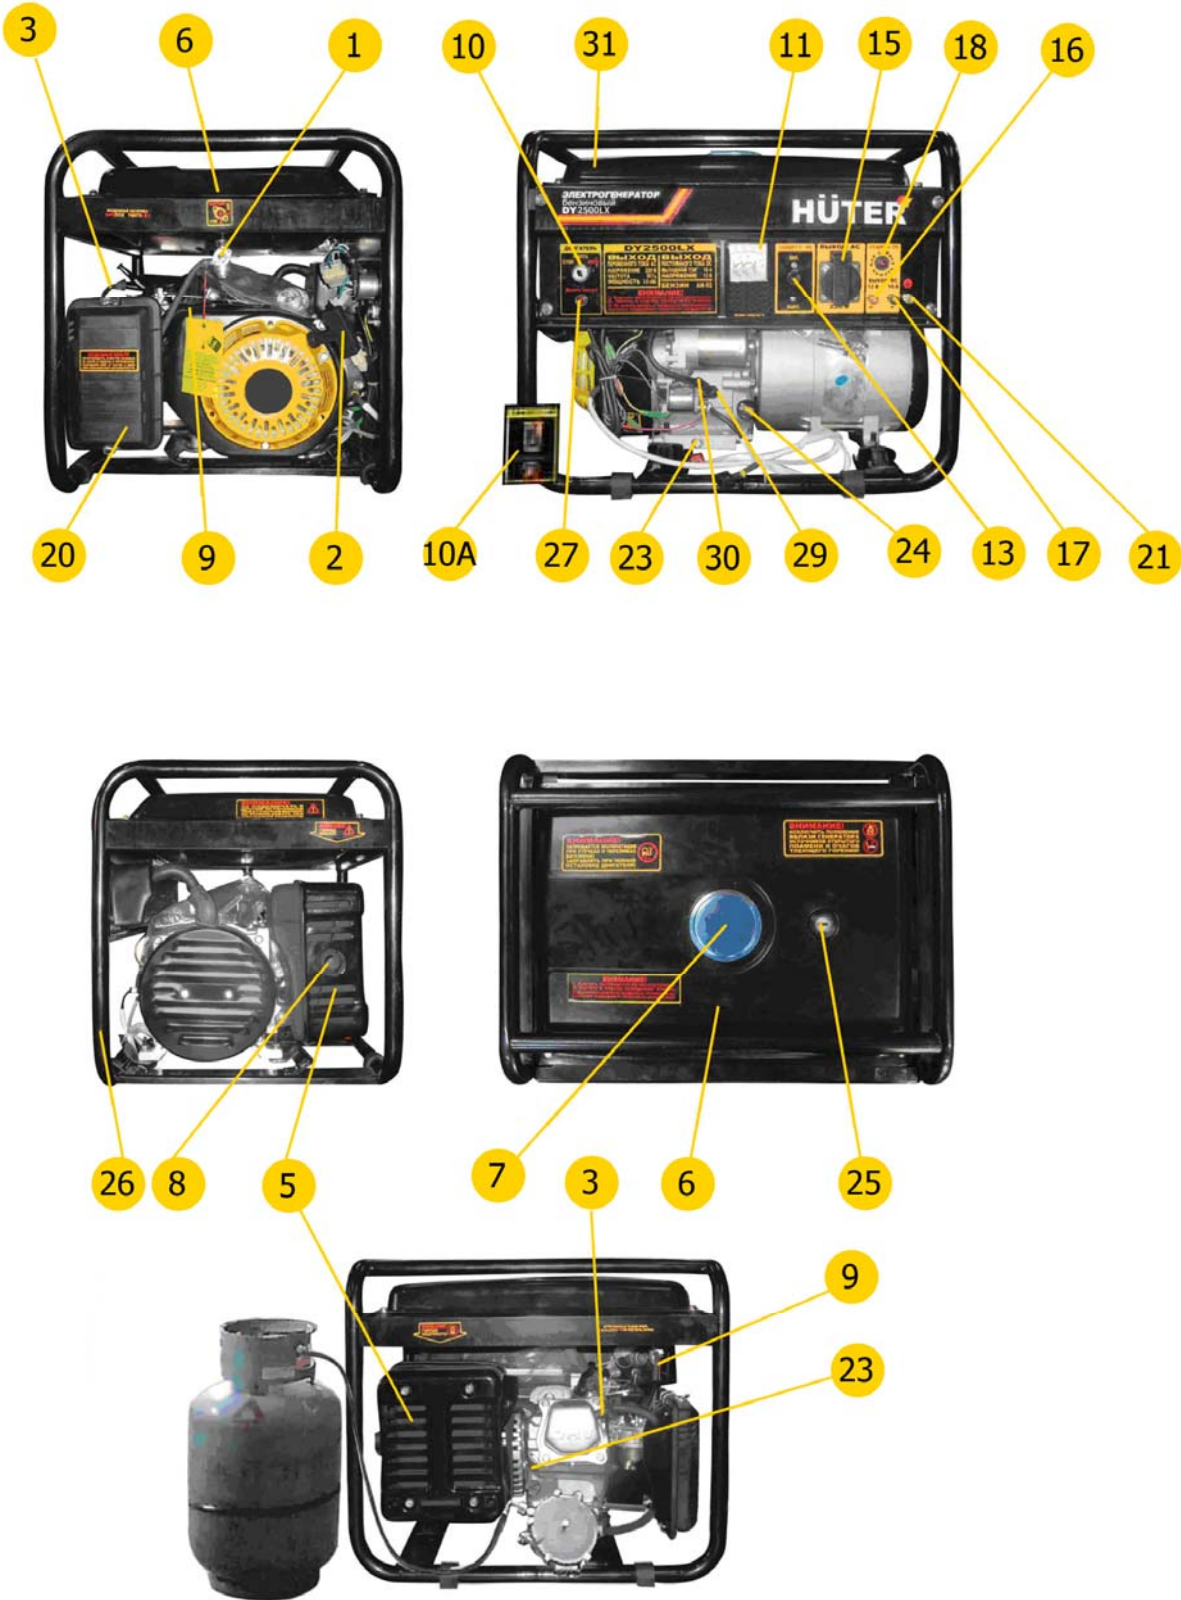

Рис. 1
- Вывинтить щуп поз. 24 (рис. 1) и залить в картер масло соответствующего типа (таблица 2 п. 8) до нижнего края горловины. Вставить чистый сухой щуп в горловину картера и вынуть его. Проверить уровень масла: граница смоченной области щупа должна располагаться между отметками минимального и максимального уровней.
- При установке генератора следует подключить к резьбовой клемме (поз. 18) (рис. 1) проводник заземляющего устройства, удовлетворяющего требованиям раздела «Обеспечение требований безопасности».
- Отключить все потребители переменного тока от генератора, переведя рычаг автоматического выключателя (поз. 12 рис. 1) в отключенное положение «0», отсоединить потребители постоянного тока от клемм (поз. 14, 15 рис. 1).
- При использовании бензина открыть топливный кран поз. 1 (рис. 1) при закрытом вентиле газового баллона, см. также рис. 3, или открыть вентиль газового баллона при закрытом топливном кране поз. 1 (рис. 1) в случае использования газа. **Внимание!** Если предполагается использование газа после использования бензина, следует выработать или слить бензин из поплавковой камеры карбюратора. Слив бензина производить в соответствии с пп. 9.7 Не производить переход на альтернативный вид топлива при работающем генераторе!
- При использовании бензина перевести рычаг управления воздушной заслонкой (поз. 8 рис. 1) в крайнее левое положение при пуске холодного двигателя и в промежуточное положение при пуске прогретого двигателя. При использовании газа нажать на несколько секунд кнопку в центре регулятора для заполнения впускной трубы газом, затем опустить кнопку.
- Перевести выключатель двигателя (поз. 9 рис. 1) в отключенное положение «0».
- Плавно вытянуть до упора трос ручного стартера за ручку (поз. 2 рис. 1) и вернуть в исходное положение (см. также рис. 2).
- Перевести выключатель двигателя (поз. 9 рис. 1) во включенное положение «1».
- При ручном пуске придерживая генератор за раму, резко с интенсивным усилием вытянуть трос стартера до упора (рис. 2), повторив действие несколько раз при необходимости. Если двигатель не запускается, следует изменить положение рычага воздушной заслонки, сдвигая его вправо тем больше, чем выше температура двигателя и окружающего воздуха при использовании бензина или повторить кратковременное нажатие кнопки регулятора при работе на газе, затем повторить пуск с помощью стартера. Включение электрического стартера производится поворотом ключа выключателя (поз.9 рис.1) в крайнее правое положение «пуск». Сразу после пуска двигателя отпустить ключ для обеспечения его самовозврата в среднее положение. При срабатывании защиты (поз.26 рис.1) нажать сброс после остывания автоматического выключателя.
- При работе на бензине после прогрева двигателя в течение времени около 10-40 секунд, в зависимости от начальной температуры, перевести рычаг заслонки (поз. 8 рис. 1) в крайнее правое положение, если при этом двигатель работает неустойчиво вернуть рычаг заслонки (поз. 8) в прежнее положение и обеспечить завершение прогрева.
- Подключить к разъемам генератора потребители, соответствующие требованиям раздела «Обеспечение требований безопасности». Полная (сумма активной и реактивной) мощность всех подключаемых потребителей в стационарном режиме не должна превышать значений номинальной мощности, указанных в Таблице 1. Не допускается длительное превышение номинальной мощности более, чем на 10% свыше номинального значения. Включить автоматический выключатель (поз. 12 рис. 1), установив его рычаг управления в положение «1».
- При работающем генераторе отключить автоматический выключатель (поз. 12 рис. 1), отсоединить потребители постоянного тока от клемм.
- Закрывать топливный кран (поз. 1 рис. 1). Закрывать вентиль газового баллона.
6.1 Наличие и величина напряжения переменного тока индицируется и измеряется вольтметром (поз. 11 рис. 1).
6.2 Причиной отсутствия напряжения при работающем генераторе может служить срабатывание автоматических выключателей защиты цепей от перегрузки (поз. 12, 16 рис.1). В этом случае следует устранить причину перегрузки и нажать кнопку или клавишу сброса соответствующего автоматического выключателя после его остывания.